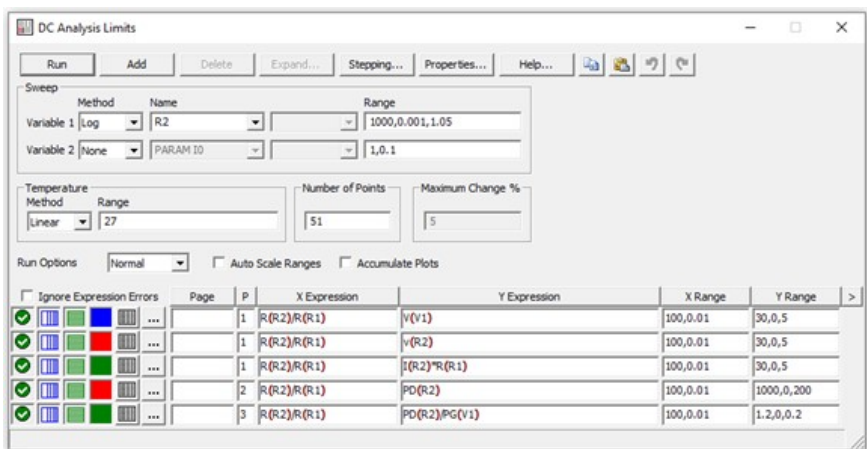

Рис. 1.3
2.3. Снова запустите расчет режима по постоянному току, выбрав **Analysis**→**DC...** (Alt+3). Установите пределы изменения как показано на рис. 1.3. Нажмите **Run**. Получившиеся графики сохраните в отчет.